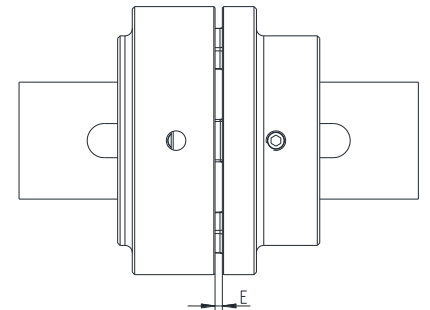

Figura 8: Montaje del acoplamiento torsión
- Desplace los grupos en dirección axial, hasta haber alcanzado la medida E (véase figura 8).
- Cuando los grupos ya están firmemente montados, se debe ajustar la medida E mediante desalineación axial de la sección de levas o de bolsa sobre los ejes (véase figura 8).